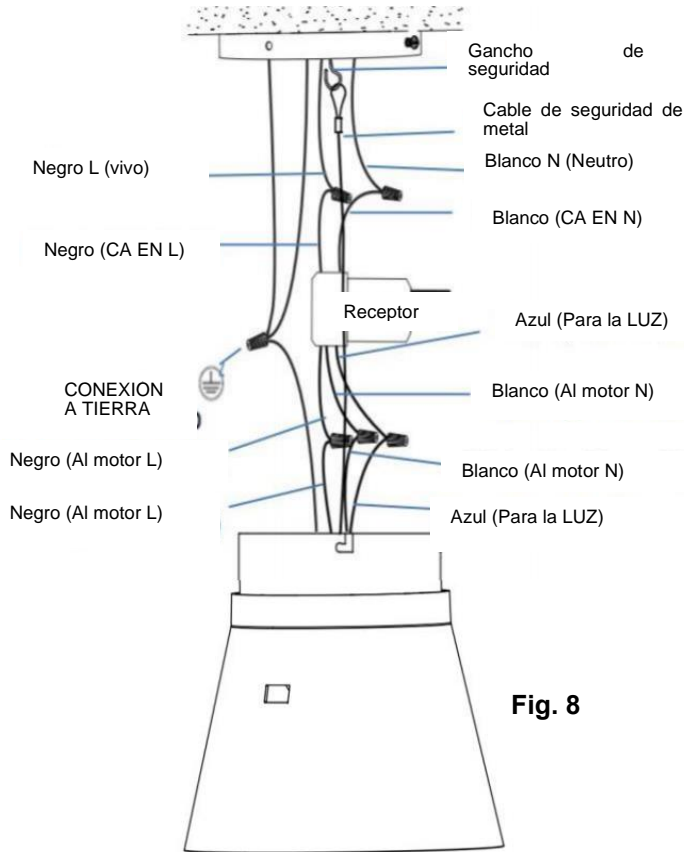

Fig. 8
1. Conecte el cable vivo de suministro eléctrico del hogar (negro) al cable de entrada del receptor (negro, AC IN L) como se muestra en Fig. 8